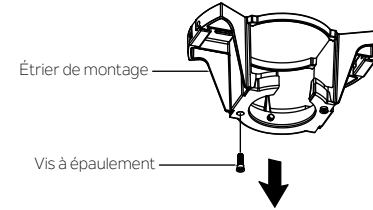

Fig. 15
**Étape 1.** Retirer l'une des deux vis à épaulement du support de montage. Desserrer la seconde vis à épaulement sans l'enlever complètement. (Fig. 15)